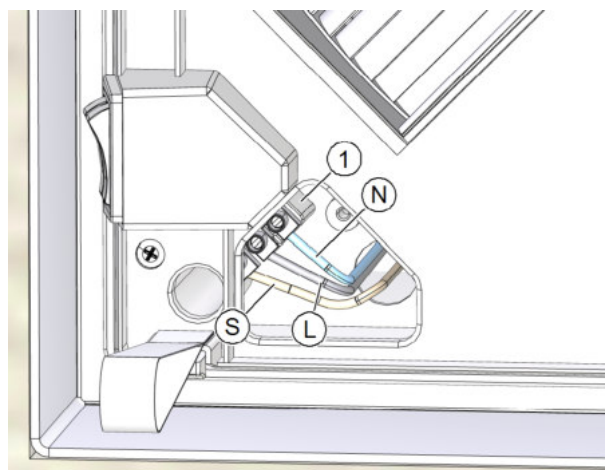

Abb. 14: Lüftungsgerät an das Stromversorgungsnetz anschließen
- ▶ Schließen Sie den Nullleiter N (Pos. N in Abb. 14) und den Phasenleiter L (Pos. L in Abb. 14) an die Lüsterklemme (Pos. 1 in Abb. 14) des Lüftungsgeräts an.
- ▶ Schließen Sie ggf. die Leitung für den externen Steuereingang (Pos. S in Abb. 14) an die Lüsterklemme an (nur bei Lüftungsgeräten mit Option externer Steuereingang, siehe Tab. 2 auf Seite 16).